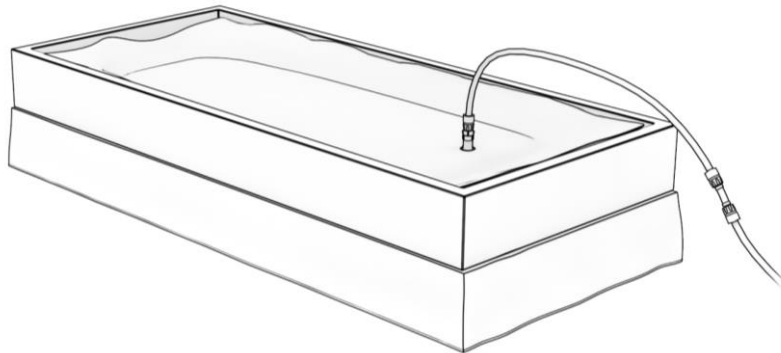

Abbildung 6: Anschließen des Füllschlauchs an die Wassermatratze, um die Matratze mit Wasser zu füllen.
Schritt 7. Schließen Sie den Füllschlauch gemäß den Anweisungen in der Anleitung des Füllschlauchs an die Wassermatratze an und beginnen Sie mit dem Füllen Ihrer Wassermatratze wie in Abbildung 6 dargestellt.